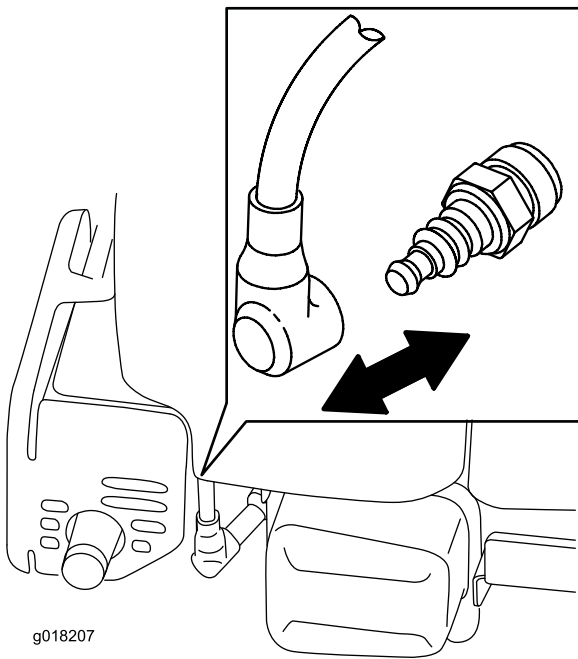

Figura 22
2. Staccate il cappello dalla candela (Figura 22) prima di eseguire interventi di manutenzione.